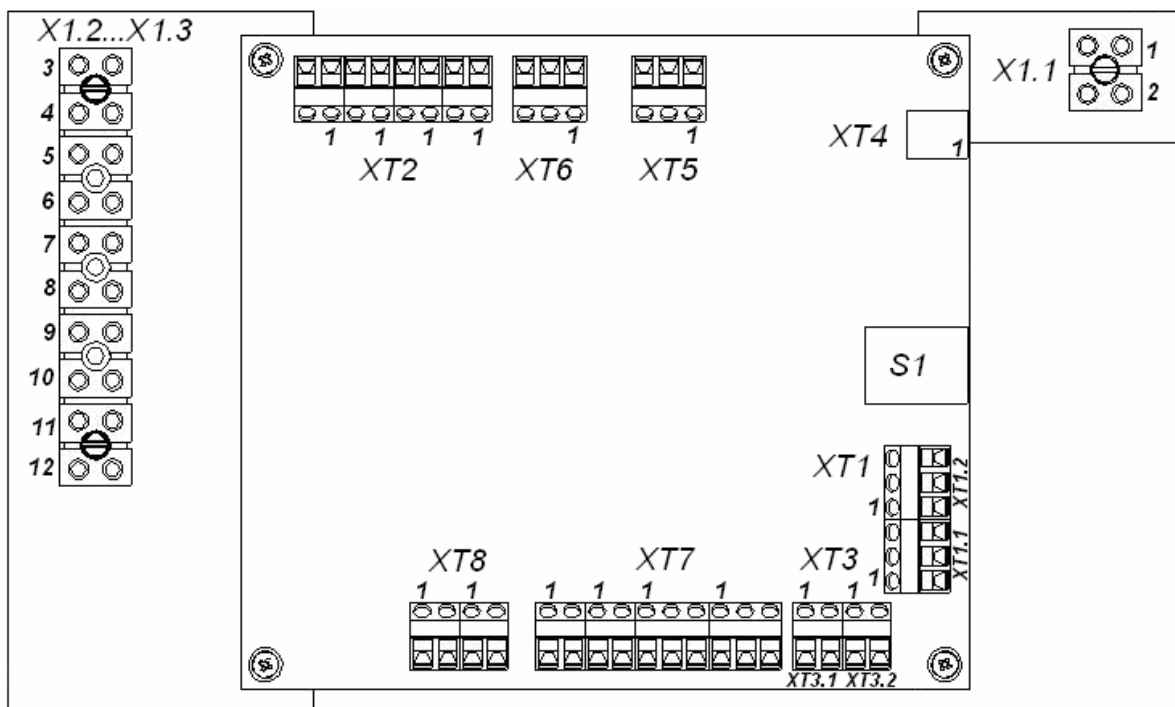

Рисунок 6. Расположение выносных клеммных колодок и клеммных колодок контроллера ЭП
- выносные клеммные колодки **X1.1-X1.3** (см. рис. 6), предназначены для подключения ИП ЭП и внутренних соединений ЭП;